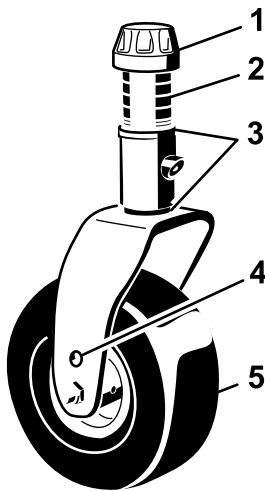
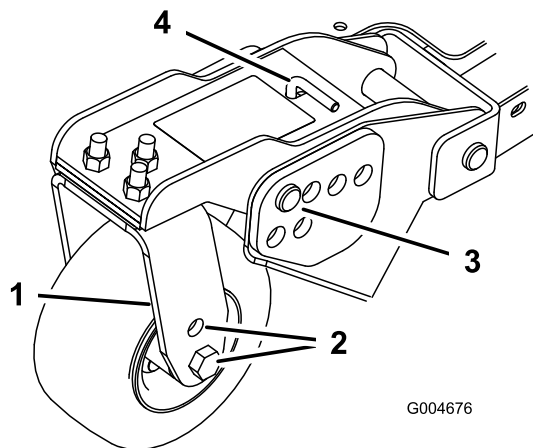
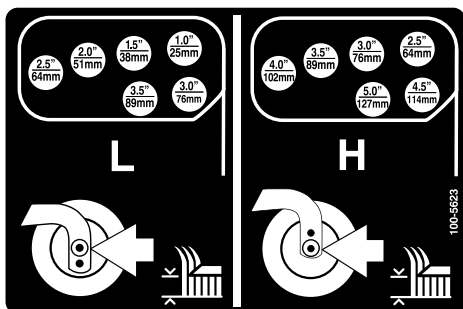

Figura 21
Figura 23
Figura 24
1. Coloque los ejes de las ruedas giratorias en el mismo taladro en todas las horquillas (Figura 21 y Figura 23).
2. Retire el casquillo tensor del eje y deslice el eje fuera del brazo de la rueda giratoria (Figura 21).
6. Retire la chaveta y los pasadores de los brazos de pivote de las ruedas giratorias (Figura 23).
7. Gire la varilla tensora para elevar o bajar el brazo de pivote hasta que los taladros estén alineados con los taladros seleccionados del soporte de ajuste de la altura de corte en el bastidor de la carcasa de corte (Figura 23 y Figura 24).